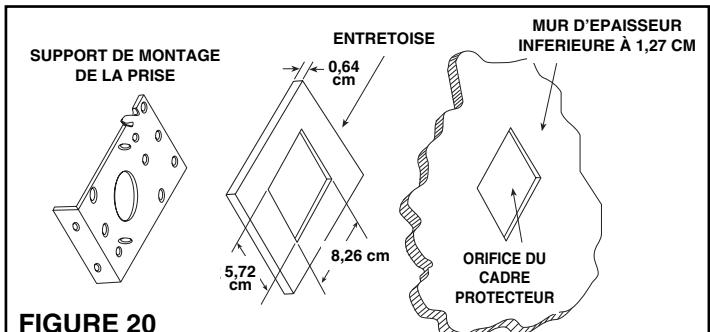

FIGURE 20
**NOTA:** Quand le modèle 361 de support de prise est utilisé pour des murs d'une épaisseur inférieure à 1,27 cm, utilisez une entretoise de 0,64 cm (non fournie) entre le mur et le support de prise. Voyez la figure 20.
*NOTA: Si le mur envisagé pour le montage de la prise modèle 360 fait moins de 1,27 cm d'épaisseur, il faut utiliser une entretoise. Voir la figure 20 à la page 6 comme référence.*